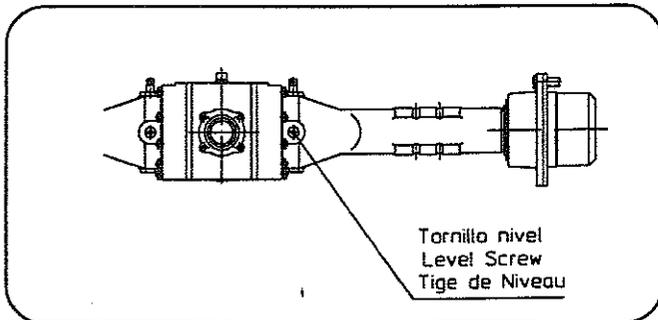

Fig. 10a
- Puente diferencial delantero: Tiene aceite único para el diferencial y las reductoras. Soltar el tornillo nivel (Fig. 10a) y operar igual que en el punto anterior.